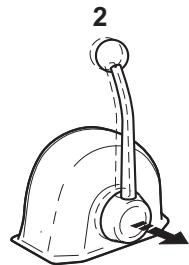

Figura 18
Quando si tira la leva (**Figura 18, (1)**), la velocità del motore può essere controllata senza innestare la frizione. La frizione rimane in FOLLE, in posizione senza carico. Ruotare la manopola (**Figura 18, (2)**) in senso antiorario per muovere la leva, o in senso orario per bloccarla.